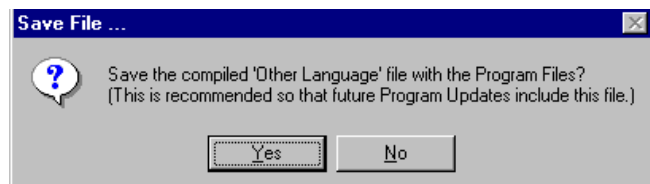

Fig. 13.68
13. Une boîte de dialogue "Save File" s'affichera (Fig. 13.68) pour demander confirmation de la sauvegarde du fichier Other Language (autre langue) avec les fichiers programme de manière à ce que les futures mises à jour de programmes incluent ce fichier. Il est conseillé de répondre par "Yes".